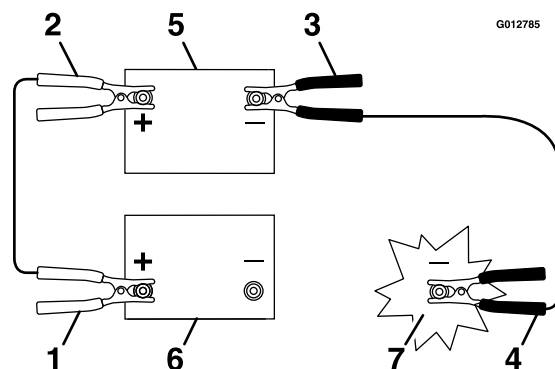

図 49
3. 図 49 のように、救援される車両のバッテリースタータまたはスタータソレノイドに接続されているプラス+端子に、プラス+ケーブルを接続する。